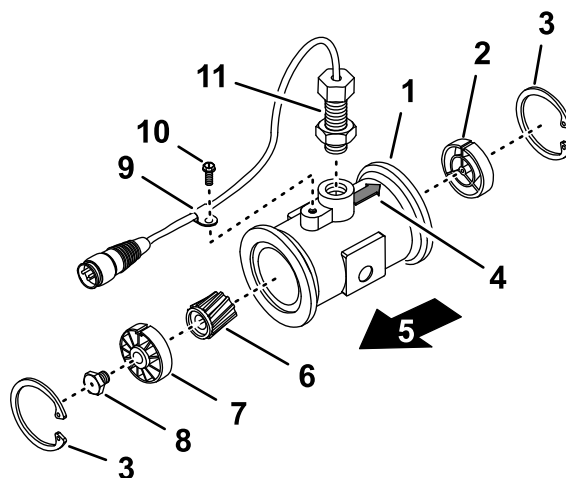

Figura 106
3. Rimuovete l'anello di ritenuta sul lato a monte (Figura 106).